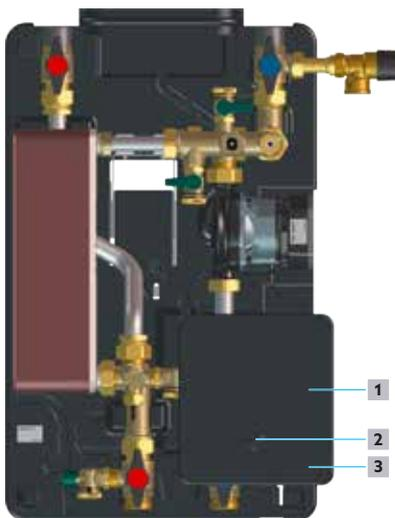

Abb. 8: Regler öffnen
- 3** Lösen Sie die Schraube (siehe Position **2** in Abb. 8 auf Seite 9) und legen Sie diese beiseite.
- 4** Schieben Sie die Abdeckung-Anschlusspanel (siehe Position **1** in Abb. 8 auf Seite 9) hoch bis diese hörbar einrastet.
- 5** Klappen Sie die Abdeckung-Zuleitungen (siehe Position **3** in Abb. 8 auf Seite 9) ab.